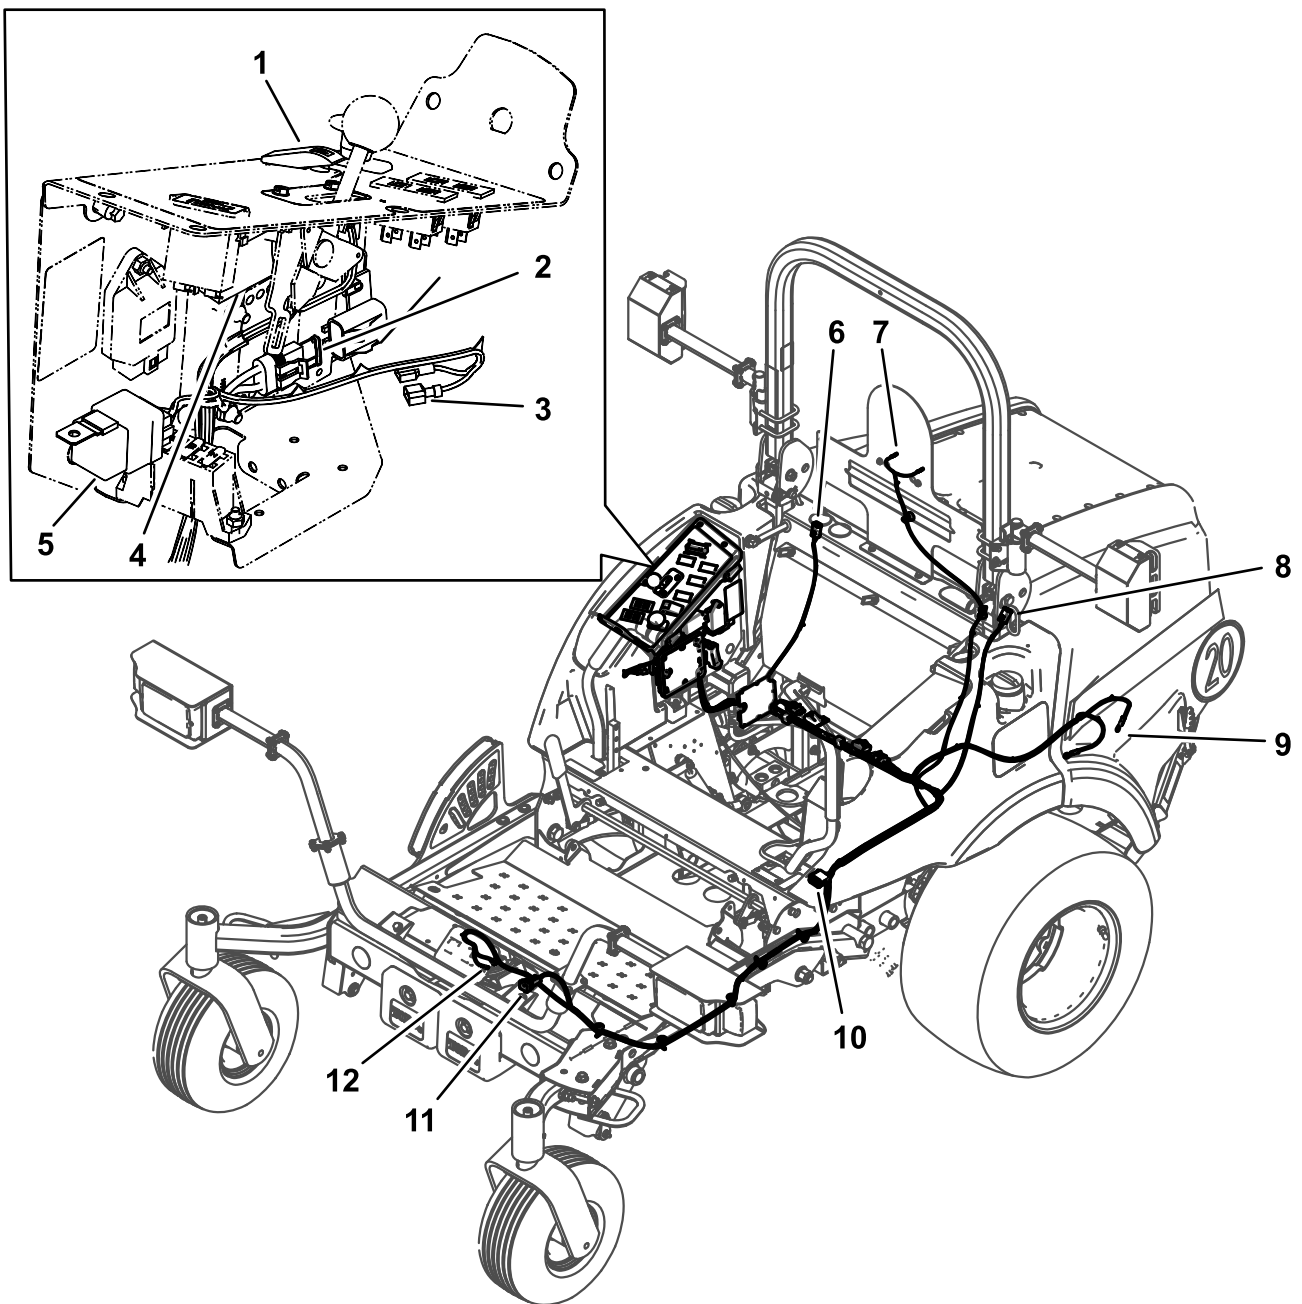

Figura 15
Nota: Utilizzate soltanto uno dei connettori piatti illustrati nella Figura 15.
3. Servitevi della Figura 15 per disporre il cablaggio preassemblato sulla macchina.